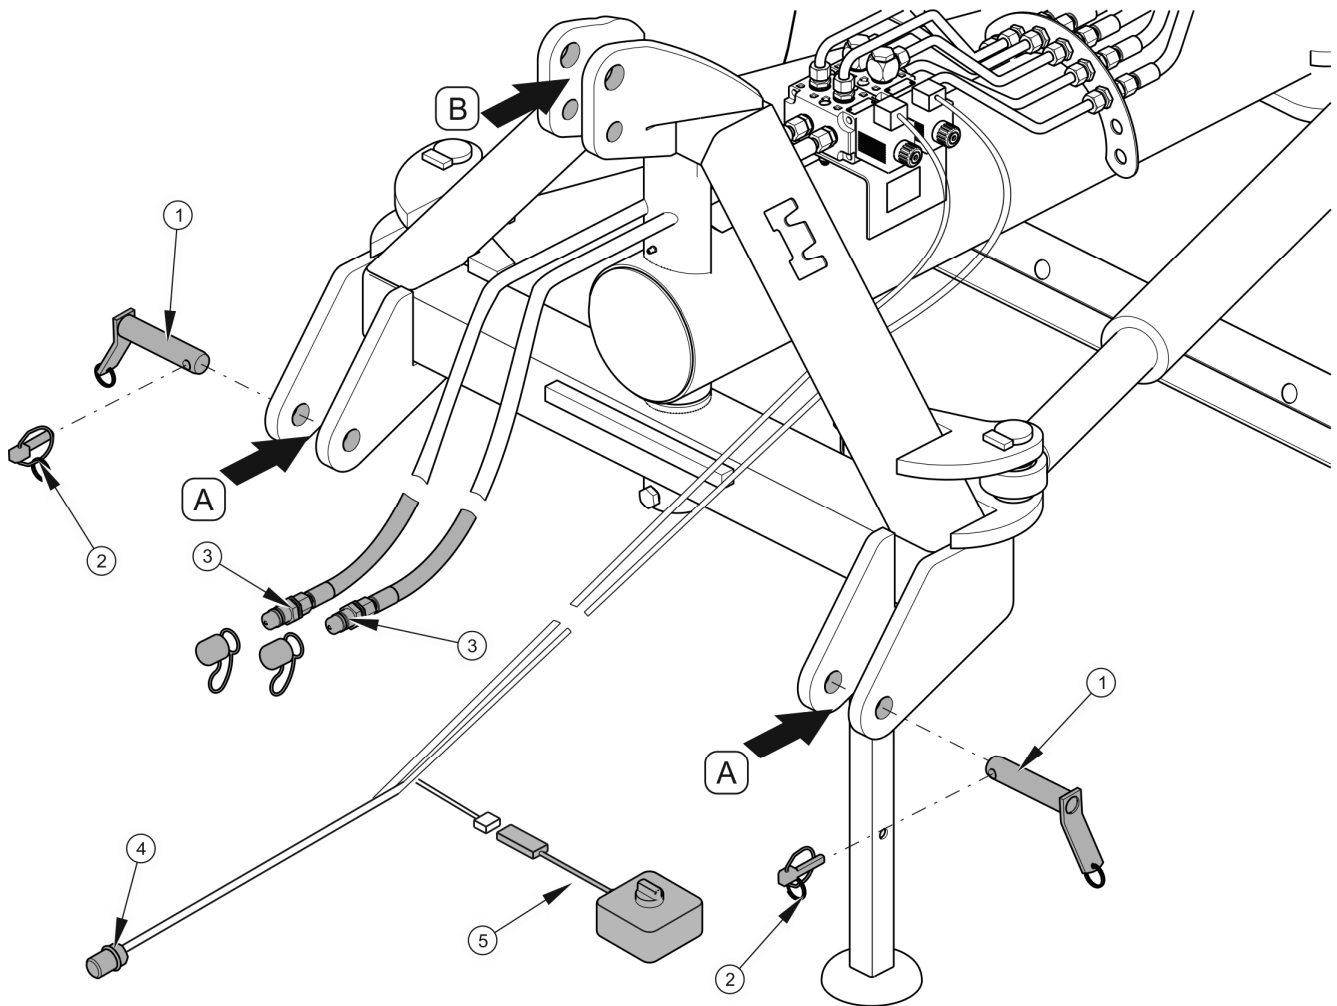

РИСУНОК 4.1 З'єднання с трактором
- Виконати задній хід трактором, наблизити нижні тяги 3-точкової навісної системи трактора до пунктів (А) кріплення на рамі грейдера - (РИСУНОК 4.1).
- За допомогою шкворнів (1) з'єднати нижні точки кріплення (А) з нижніми тягами трактора і зафіксувати їх шплінтами (2).
- Приєднати швидкороз'ємні з'єднання (3) гідравлічних шлангів до зовнішньої гідравлічної системи трактора.
- Підключити 3-контактний штекер (4) електричної системи до 3-контактного роз'єму на тракторі.
- Перемикач (5) під'єднати до головного пучка і розмістити його в кабіні оператора в доступному місці.
- Підняти паркувальну опору (1), зафіксувати її положення тримачем (2) і закріпити шплінтом (3) - (**Błąd! Nie można odnaleźć źródła odwołania.**).